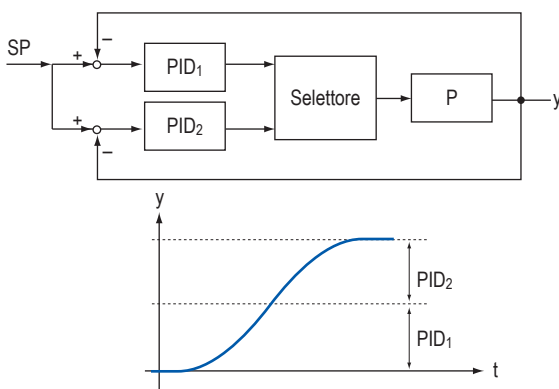

Fig. 2. Gain scheduling.
Il controllo con selettore (*gain scheduling*) si ha quando si dispone di due o più set di parametri per un solo attuatore, che intervengono per esempio per tratti differenti della dinamica di uscita (**fig. 2**), il primo (PID_1) per la risposta rapida alle variazioni del set point (SP), e il secondo (PID_2) per una maggiore reiezione ai disturbi.